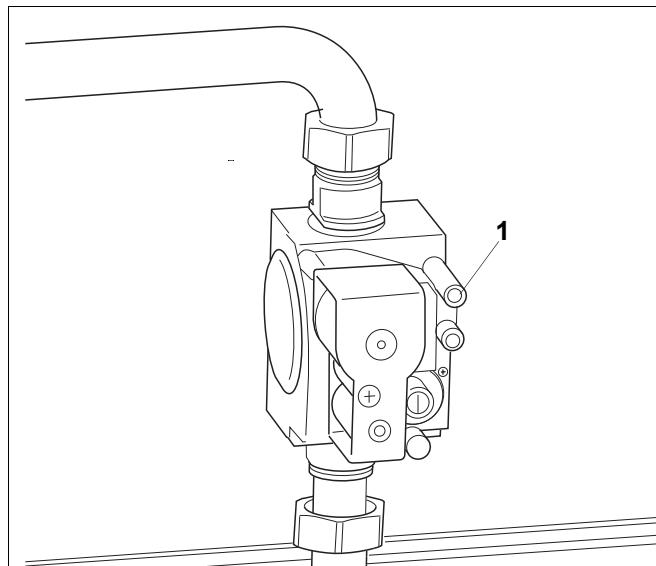

Рис. 29 Газовая арматура "SIT" 840 Sigma
- На два оборота открутить винт на ниппеле для контроля подаваемого давления газа и удаления воздуха (Рис. 29, **поз. 1**) на газовой арматуре.
- Осторожно закрутить ниппель (Рис. 29, **поз. 1**).